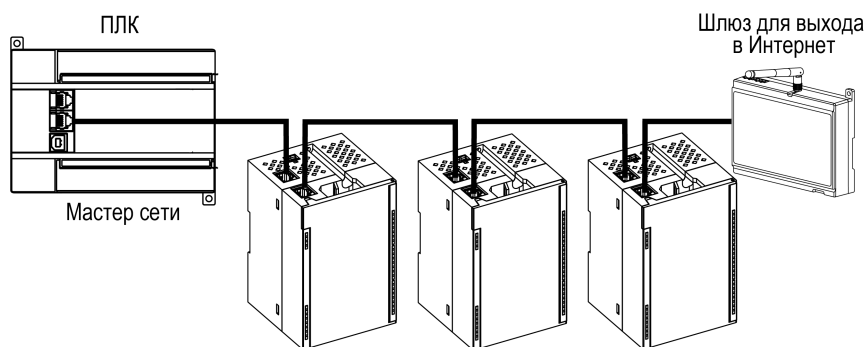

Рисунок 5.7 – Подключение по схеме «Цепочка»
- «Цепочка» / «Daisy-chain» (см. рисунок 5.7).